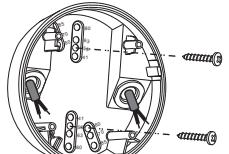

FIG. 19
3.3.4.3 Choisir deux opérules adaptées pour fixer la boîte de dérivation à fleur de plafond avec deux vis de montage (voir FIG. 19).